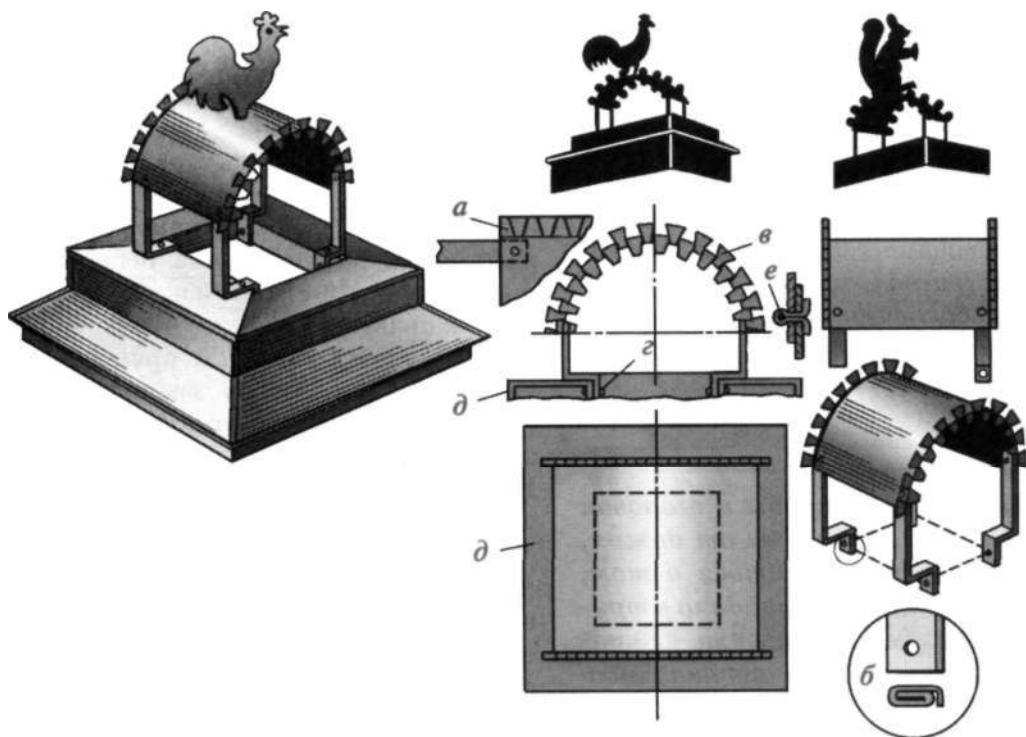

Рис. 45
***Дымники со сводчатой крышей.*** Наиболее простые дымники, защищающие трубу от попадания в нее дождя и снега, имеют сводчатую крышу (рис. 45).
Прямоугольную развертку вырезают с таким расчетом, чтобы она с достаточно большим запасом перекрывала отверстие в трубе. По краям сводчатой крыши можно сделать простейшее традиционное украшение. Для этого на двух противоположных краях листа выполняют на одинаковом расстоянии друг от друга небольшие надрезы, слегка наклоняя их то в правую, то в левую сторону (рис. 45, а). На углах прямоугольника с помощью заклепок прикрепляют четыре стойки, изготовленные из стального уголка. Если подобрать такие уголки не удалось, их изготавливают из нескольких слоев кровельной стали (рис. 45, б). После того как развертка крыши будет надежно соединена со стойками, ее сгибают дугой. Затем кровельными клещами или плоскогубцами трапециевидные пластинки поочеред-
но отгибают то в одну, то в другую сторону (рис. 45, в). Каждый отогнутый элемент располагают под прямым углом к поверхности сводчатой крыши. Полученный таким образом простейший узор очень выразительно смотрится на фоне светлого неба. Именно это обстоятельство, а также простота исполнения сделали этот вид дымохода популярным у народных мастеров. Довольно часто сводчатую крышу дымохода венчали силуэтные изображения человеческих фигурок, а также зверей и птиц, среди которых наиболее популярным был петух, символизирующий время. Все дымоходы, в том числе и со
сводчатой крышей, обычно прикрепляют с помощью заклепок (рис. 45, г) к колпаку трубы (рис. 45, д), а также к его кромкам, отогнутым внутрь трубы. Стойки дымохода загибают так, чтобы их концы с просверленными или прибитыми загодя отверстиями плотно прилегали к кромкам дымового отверстия в колпаке. Колпак с крышей надевают на верх трубы, сажают на раствор и закрепляют в нескольких местах штырями или длинными гвоздями. Обычно сводчатая крыша не мешает, когда возникает необходимость почистить трубу. Тем не менее клепки, соединяющие две соседние стойки с крышей дымо-